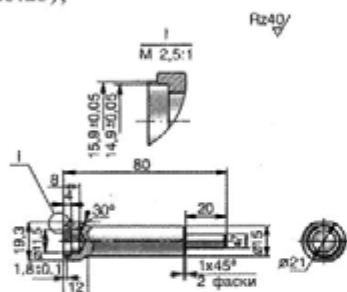

Рис. 4.3.25. Оправка для сборки гидронатяжителя
- установить корпус 4 (см. рис. 4.3.8) гидронатяжителя на закрепленную вертикально оправку (рис. 4.3.25);